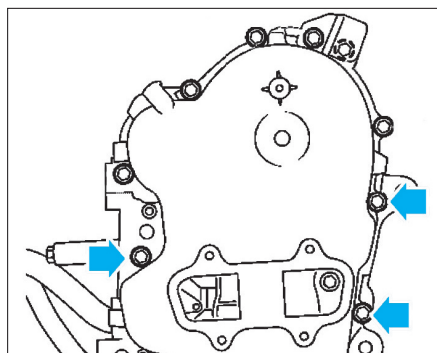

FIG. 84
- les 3 vis du carter de distribution sur la culasse (Fig.84),